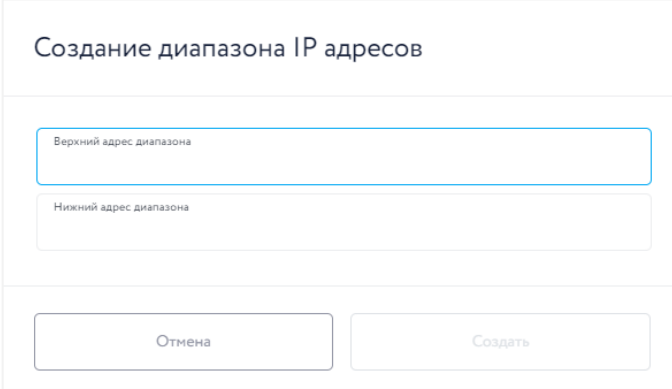

Рисунок 11 – Окно добавления диапазона
- Диапазоны. Для добавления диапазона ip адресов в белый список нажать кнопку «Добавить». Откроется модальное окно (рис. 11), в котором необходимо ввести верхний и нижний адрес диапазона и нажать создать. После добавления диапазона, он отобразится в списке. Для редактирования диапазона нажать кнопку  справа от него, для удаления нажать кнопку .